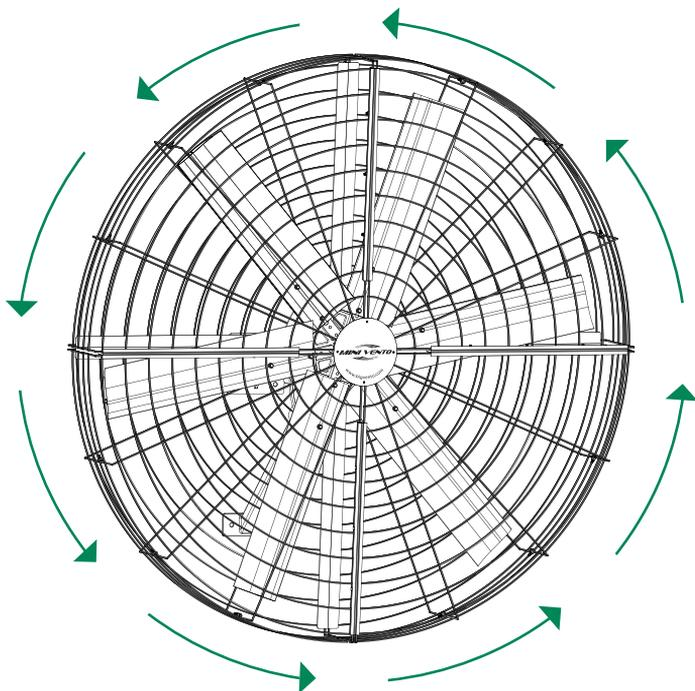

Fig. 19.1
**19.7** Verifique la rotación apropiada del ventilador. El giro debe ser en sentido opuesto de las manecillas del reloj, cuando se observa desde el suelo (Fig. 19.1).